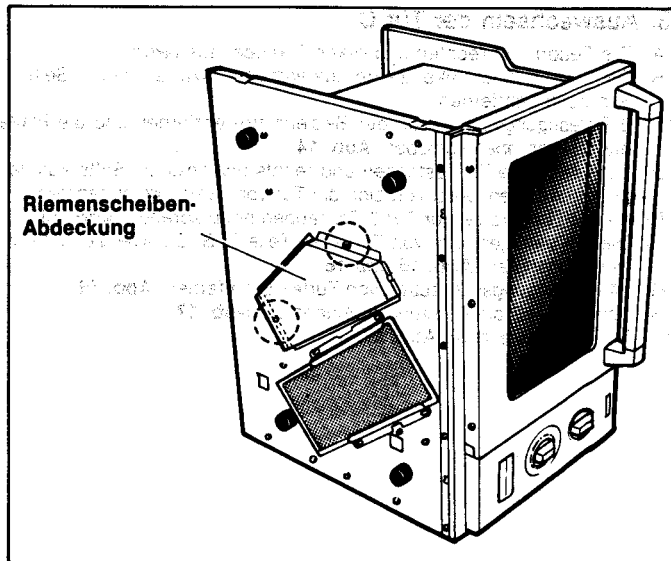

Abb. 18
- (A) Den Mikrowellenherd gemäß **Abb. 18** hinstellen.
(B) 2 Schrauben von der Riemenscheiben-Abdeckung entfernen. **Abb. 18**.